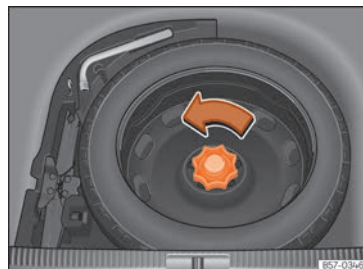

Fig. 328 En el maletero: piso de carga alzado.
- Gire la ruedecilla en sentido contrario a las agujas del reloj »» fig. 328.